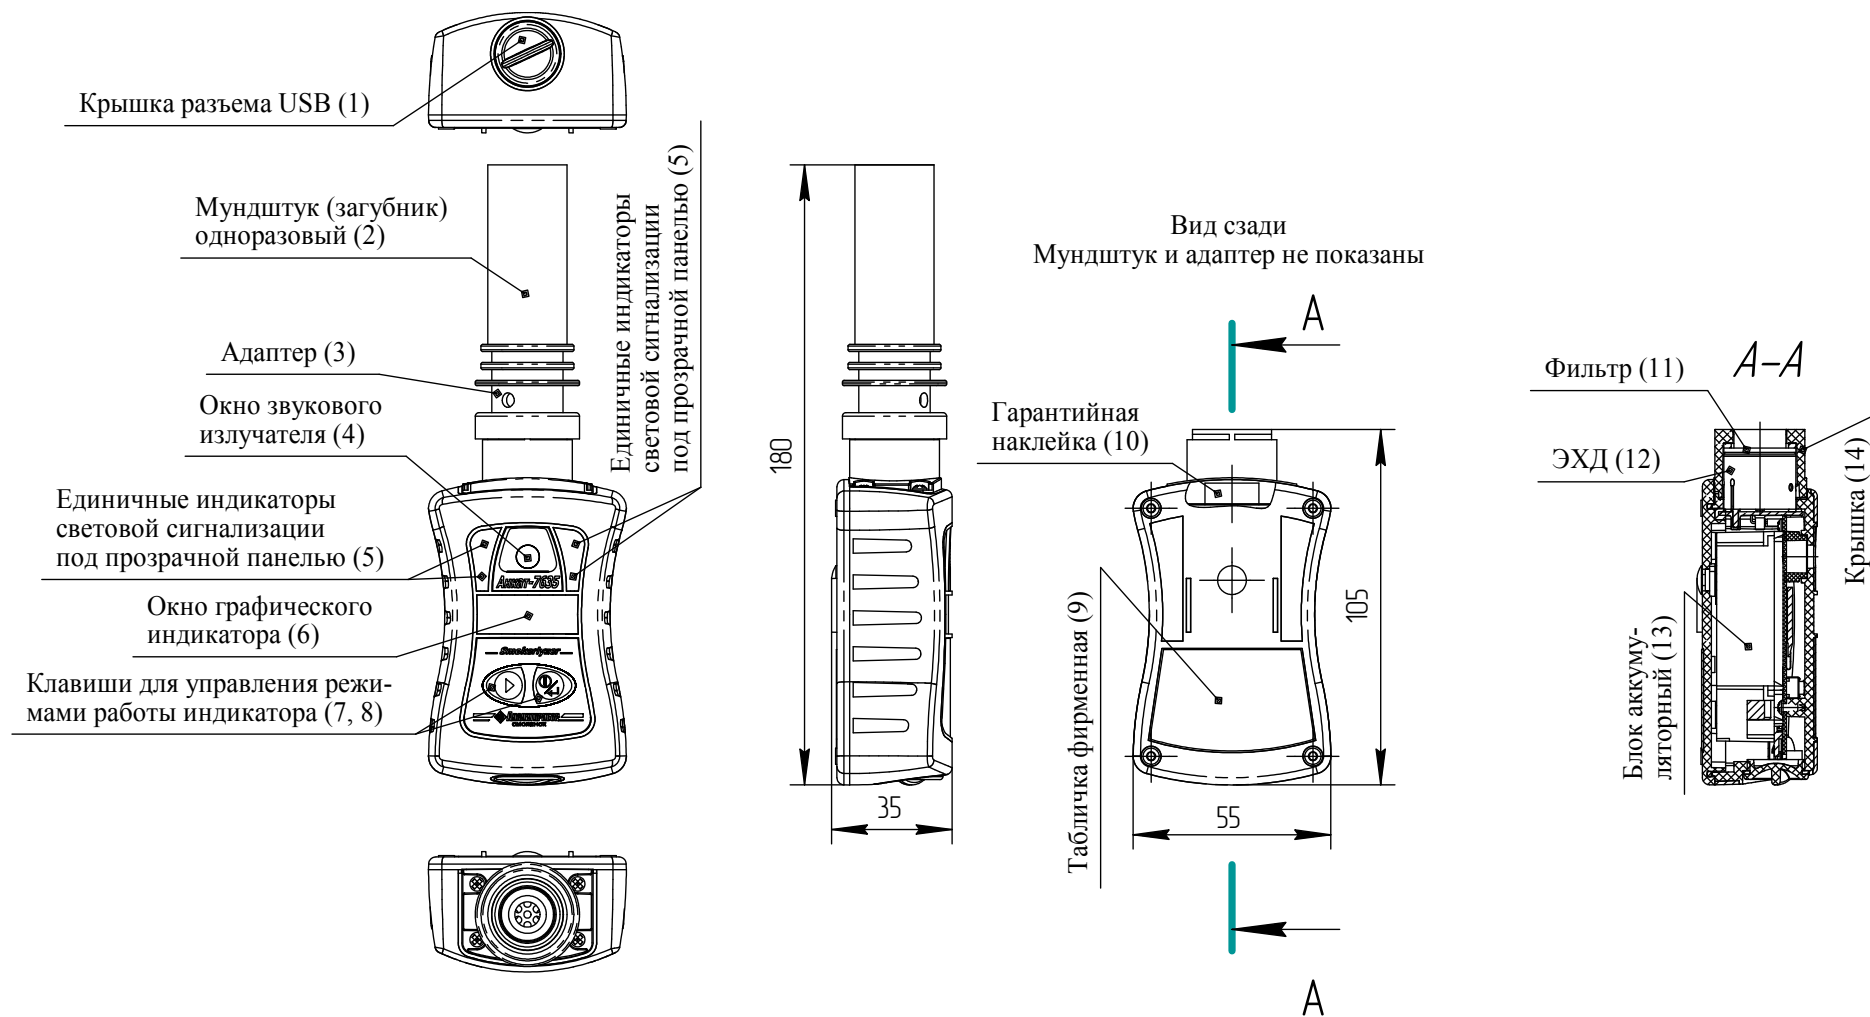

Рисунок 1.1 – Прибор для определения оксида углерода в выдыхаемом воздухе АНКАТ-7635. Внешний вид
1.4.1.3 На передней панели прибора расположены (см. рисунок 1.1):
- табло (графический индикатор) (6);
- единичные индикаторы световой сигнализации (5);
- пленочная клавиатура с двумя клавишами для управления режимами работы прибора «▶» (7) и «⏏» (8);
- окно звукового излучателя (4).